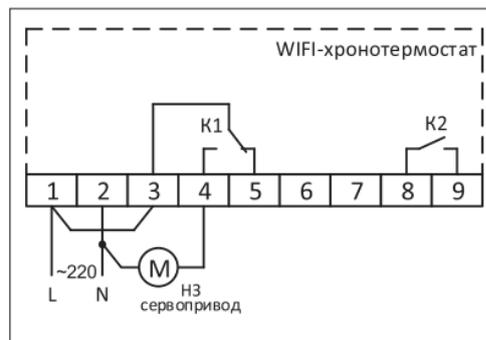

Рис. 3. Подключение нормально-закрытых сервоприводов - 220 В
6.2.3. В случае работы с нормально–закрытым сервоприводом, подключение производится к клеммам 2 и 4 (*рис. 3*).